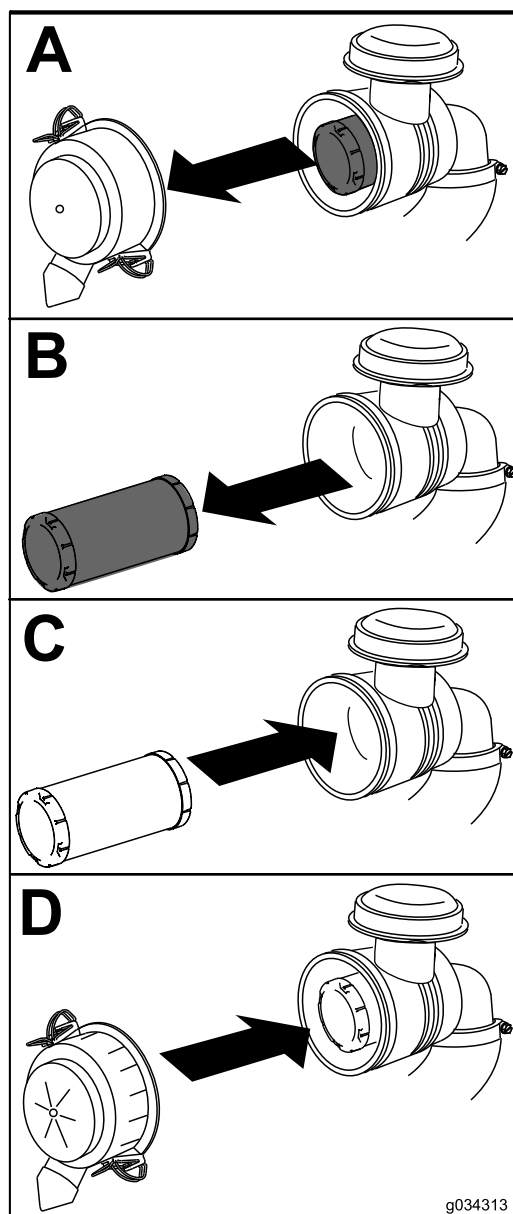

図 37
1. エアクリーナのボディからエアクリーナ要素をゆっくり引き出す 図 37。
4. 上下方向を確認、UPと書いてある方を上に向けてエアクリーナカバーを正しく取り付け、ラッチを掛ける 図 37。